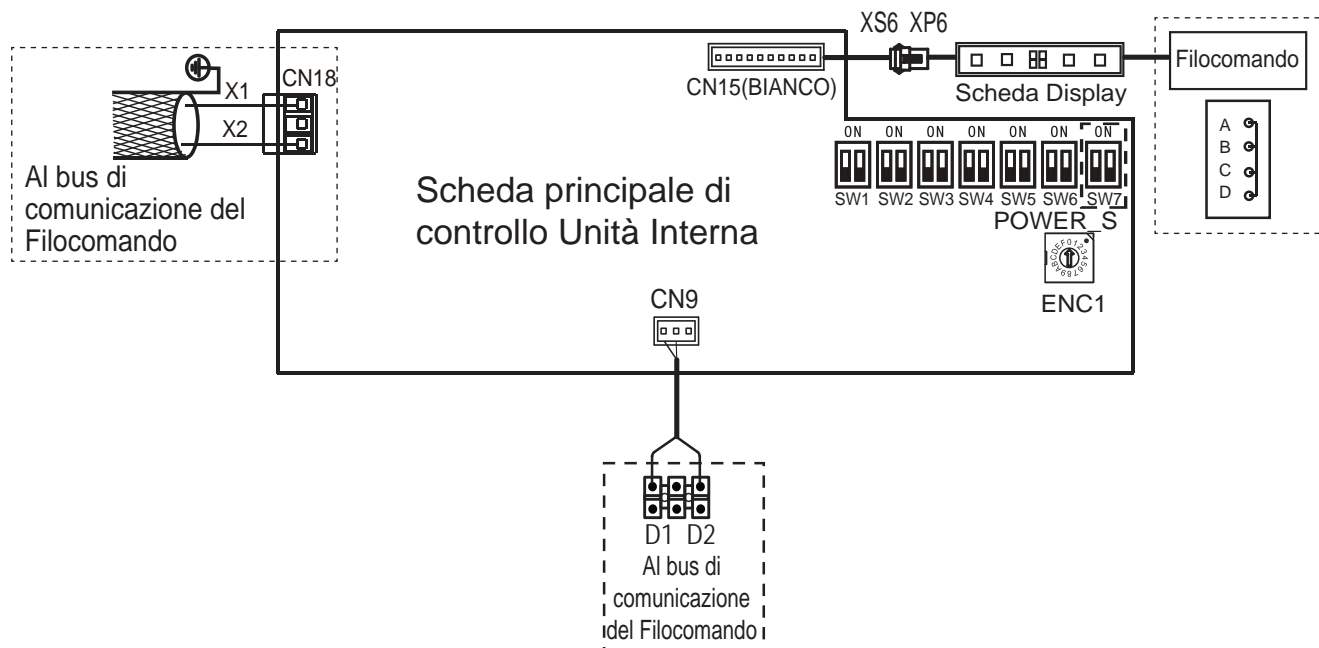

Fig. 6.10
- ♦ Le porte X1/X2 ai lati della scheda principale di controllo e la porta di comunicazione unidirezionale (lato scheda display) sono per diversi tipi di Filocomando (vedi Fig. 6.10).